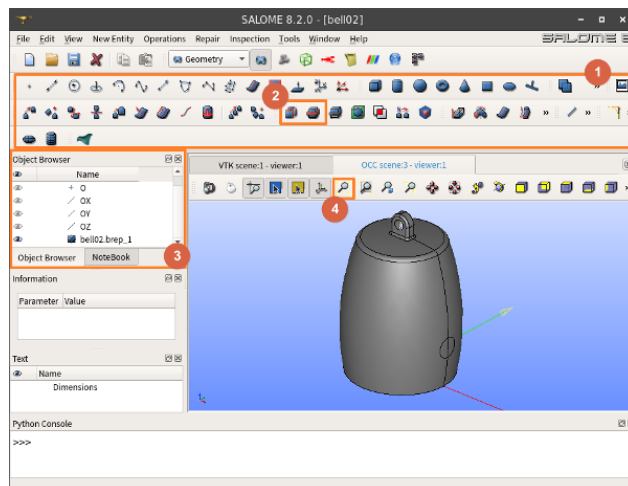

Figure 3: 3
- Figure 3에서 1번 영역의 아이콘들은 대부분 모델링 작업을 위한 도구들이다. 살로메에서 직접 모델링하는 것은 굉장히 불편하므로 여기서는 사용하지 않는다. 다만, 그 중에 2번 영역의 2개의 아이콘은 추후에 사용할 기회가 있을 것이다. 여러개의 부품(Bodies)으로 이루어진 다물체로 쪼갤 때 사용할 것이다.